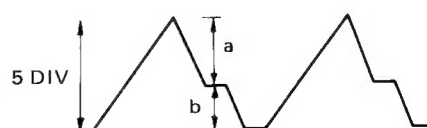

Fig. 11-5 Réglage de l'onde en dents de scie
- Lorsque la forme d'onde sur le oscilloscope est telle que le représente la figure 11-5, modifier le gain sur le oscilloscope jusqu'à ce que l'on obtienne une onde en dents de scie de 5 divisions de crête à crête. Puis, en se reportant à la figure 11-5, régler le rapport a/b à 3/2 en jouant sur VR1. (La présence de bruit risquant d'affecter le réglage, celui-ci doit être effectué avec précautions.)